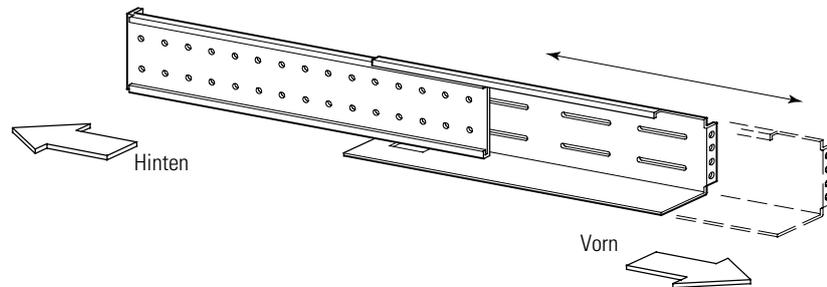
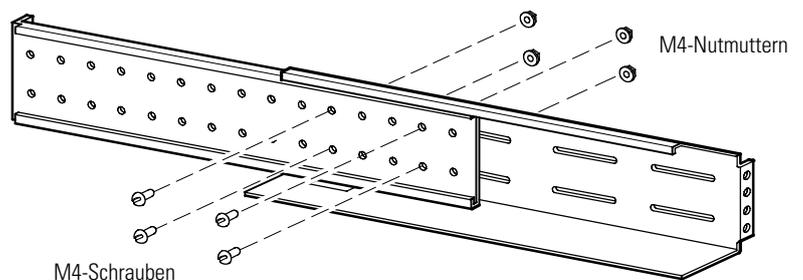

Abbildung 4. Anpassen der Schientiefe (rechte Schiene abgebildet)
Abbildung 6. Anziehen der Schienenanpassung (rechte Schiene abgebildet)
2. Wenn der Zugriff auf die Seiten Ihres Racks schwierig ist, vor dem Fortfahren mit Schritt 3 die Schienenlänge einstellen (siehe Abbildung 4) und die Befestigungselemente locker anbringen (siehe Abbildung 6).
4. Die Schienengröße der Schiene auf die Tiefe des Gestells anpassen (siehe Abbildung 4).
7. Zum Befestigen der Schienenanpassung vier M4-Metallschrauben und vier M4-Nutmutter in der Mitte der Schiene anbringen. Mit einem 7 mm (9/32") Steckschlüssel anziehen. Siehe Abbildung 6.